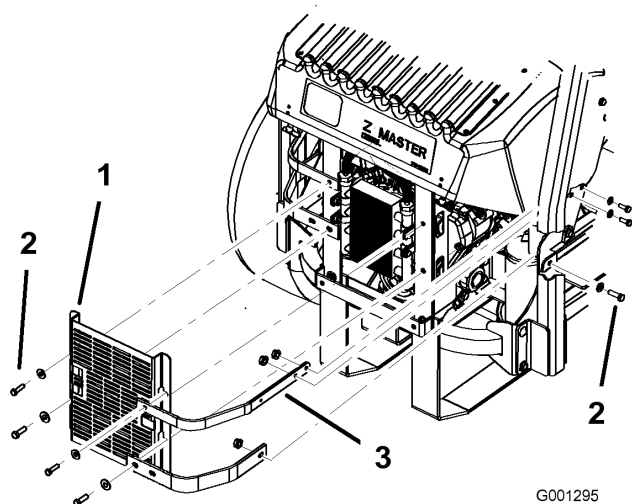

Figura 59
3. Retire los 4 pernos que fijan el protector del enfriador de aceite al bastidor trasero (Figura 59).
4. Retire los 3 pernos que fijan las bridas del motor al lateral de la máquina (Figura 59).
12. Instale el protector del enfriador de aceite y las bridas del motor al bastidor trasero con los 4 pernos que retiró anteriormente (Figura 59).
13. Instale las bridas del motor en el lateral de la máquina (Figura 59).